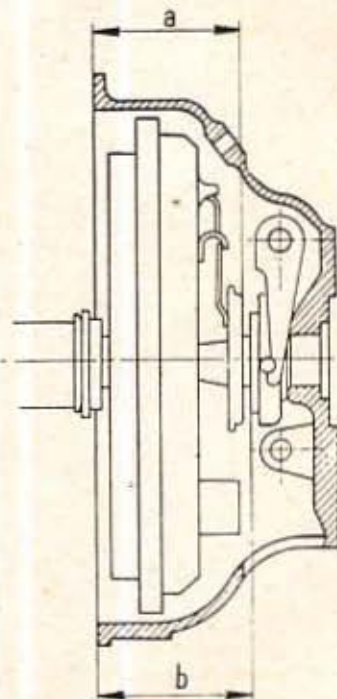

Fig. 25. — Vue en coupe de l'embrayage
- Mesurer la position de la bague de débrayage par rapport au plan d'assemblage du moteur avec le carter d'embrayage (cote a) (fig. 25).
- Mesurer la cote (b) (fig. 25) de recul maxi de la butée à billes par rapport au plan d'assemblage du carter d'embrayage.